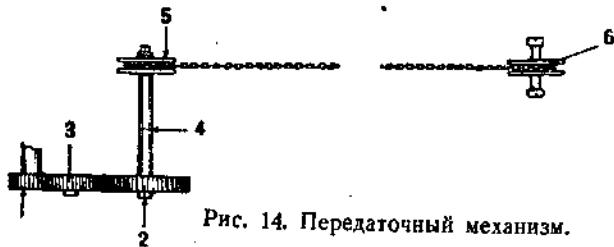

Рис. 14. Передаточный механизм.
Передача двигательной силы от электродвигателя к рабочей части осуществляется при помощи шестерен, из которых одна (1) надета на вал двигателя, а другая (2) — на вал передачи. Обе шестерни связаны между собой 3-й — бакелитовой (бесшумной), которая передает вращательное движение от вала двигателя валу передачи (3). Цепной передаточный механизм состоит из вала (4) с приводным цепным роликом (5) и вала с направляющим цепным роликом (5 и 6); из них один помещен в корпусе инструмента, а другой — в задней части пилы (см. рис. 14, стр. 22).